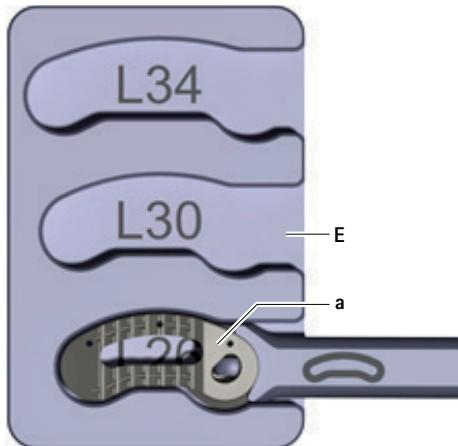

Fig. 9 Implantat i påfyllningshållaren
- ▶ Lägg implantatet **a** i påfyllningshållaren **E**, se Fig. 9. Ta hänsyn till implantatlängden (text på påfyllningshållaren: L26/L30/L34).